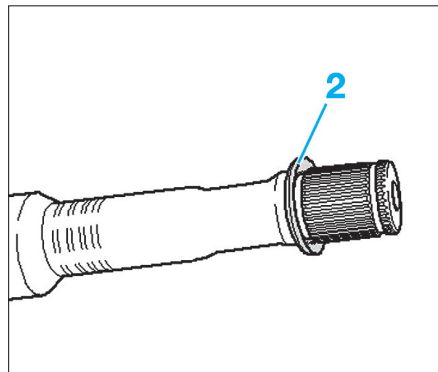

Fig. 9
- Mettre en place la rondelle élastique (2) (Fig.9).